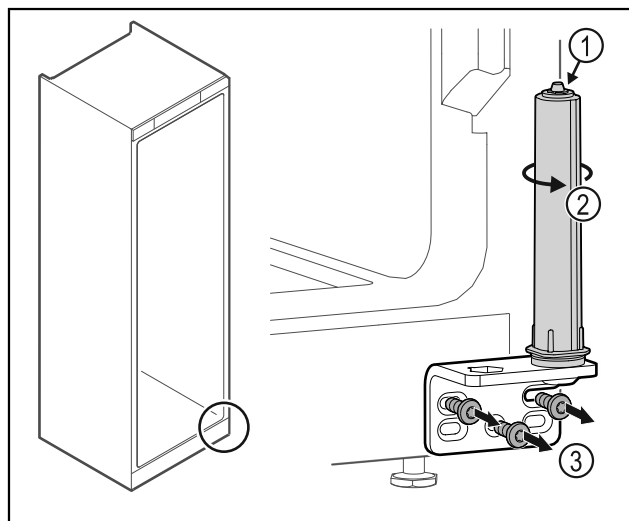

Fig. 18
- Nerozoberajte systém zatvárania dverí Fig. 18 (1).
- Otáčajte systém zatvárania Fig. 18 (2), kým nezacvakne.
- Odskrutkujte uholník závesu Fig. 18 (3).